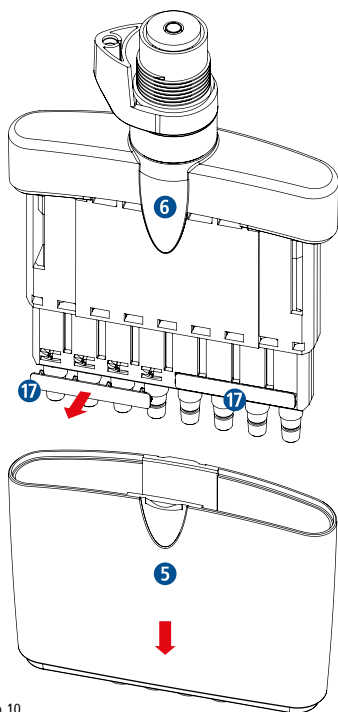

Abb. 10
- Entfernen Sie die Abwurfhülse 5 durch Lösen/Anheben der Fixierung 6 (Abb. 10).